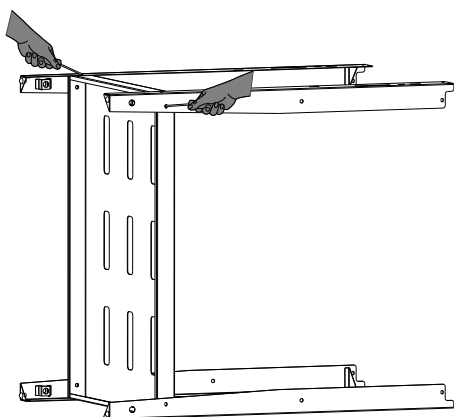
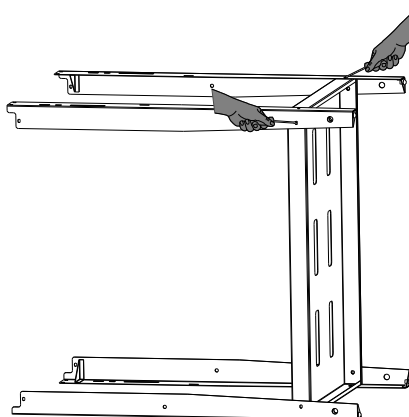

Fig.1
Fig.2
- 1 Coloque el Carro Portaparrilla de forma horizontal y fije las dos patas a la bandeja con dos tornillos en cada una (**Fig.1**), para facilitar el armado se recomienda no apretarlos completamente hasta tener todas las partes ensambladas. Luego, gire el conjunto hacia el otro lado y repita el mismo procedimiento con las otras dos patas (**Fig.2**). A continuación volteé el Carro Portaparrilla de forma vertical y termine de ajustar todos los tornillos (**Fig.3**).